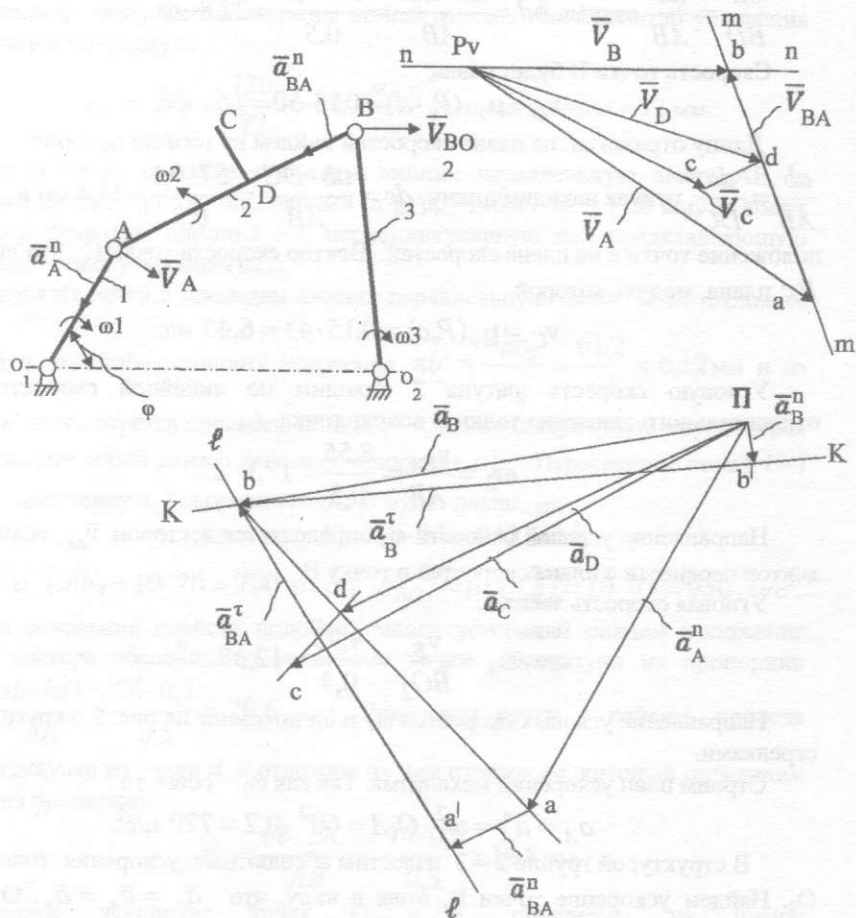

Рис. 2
5. Кинематический анализ рычажных механизмов методом планов покажем на примере рычажного механизма, изображенного на рис.2,а. Звено 1 – ведущее, вращается с постоянной угловой скоростью  $\omega_1 = 60 \text{ с}^{-1}$ . Размеры звеньев:  $l_{O_1A} = 0,2 \text{ м}$ ;  $l_{AB} = 0,5 \text{ м}$ ;  $l_{BO_2} = 0,4 \text{ м}$ ;  $l_{O_1O_2} = 0,6 \text{ м}$ ,  $l_{BD} = 0,2 \text{ м}$ ;  $l_{DC} = 0,1 \text{ м}$ . Построим план скоростей для заданного положения механизма и определим скорости характерных точек (A, B, D и C).
А. Из произвольного полюса  $P_v$  (рис.2,б) проводим прямую, перпендикулярную кривошипу  $O_1A$  в сторону его вращения. На этой прямой откладываем отрезок  $P_v a$ , длина которого выбирается студентом произвольно (50 мм, 100 мм...). Масштаб скорости определяется по формуле
Направление угловых скоростей  $\omega_2$  и  $\omega_3$  показаны на рис. 2,б круговыми стрелками.
По полученному векторному уравнению строим план ускорений (рис.2,е).